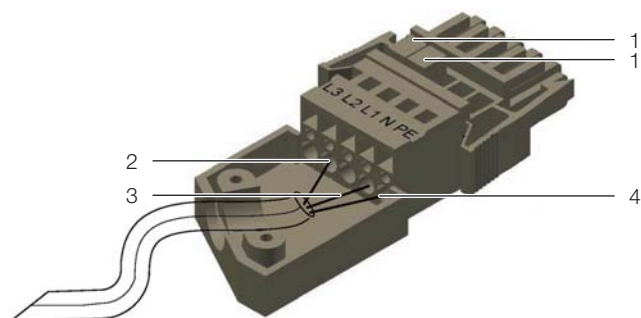

Рис. 45: Схема штекера подключения с корпусом для защиты от натяжения
- Соедините подключения фаз в штекере подключения с помощью двух прилагаемых перемычек (рис. 45, поз. 1). Установите перемычку между фазами L1 и L2 и еще одну перемычку между фазами L2 и L3.